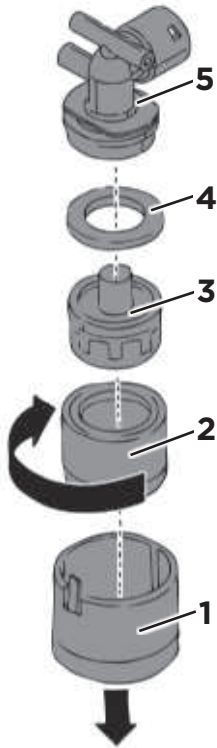

Abb. 48
5. Lösen Sie die Fixierung der Hygieneschutzabdeckung (Abb. 48/1), indem Sie sie nach unten ziehen.
6. Schrauben Sie die Überwurfmutter (Abb. 48/2) ab und entnehmen Sie den Strahlregler (Abb. 48/3) und den Dichtungsring (Abb. 48/4) aus der Überwurfmutter.
7. Befreien Sie die Hygieneschutzabdeckung, Überwurfmutter, den Strahlregler und Dichtungsring sowie den Auslaufhahn (Abb. 48/5) mit einem geeigneten Reinigungsmittel von Schmutz und Kalk.
Der Strahlregler (Abb. 48/3) lässt sich am einfachsten reinigen, wenn Sie ihn über Nacht in Essigessenz einlegen.
Unterlassen Sie es, die Hygieneschutzabdeckung (Abb. 48/1), die Überwurfmutter (Abb. 48/2), den Dichtungsring (Abb. 48/4) und den Auslaufhahn (Abb. 48/5) in Essigessenz einzulegen, da die Oberfläche durch aggressiven Essigreiniger beschädigt wird.